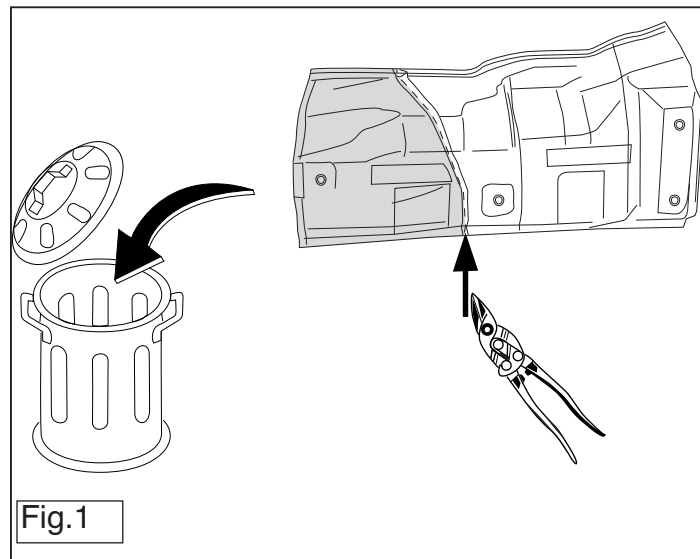

Fig.1
3. Esplique las partes indicadas en la fig 1.